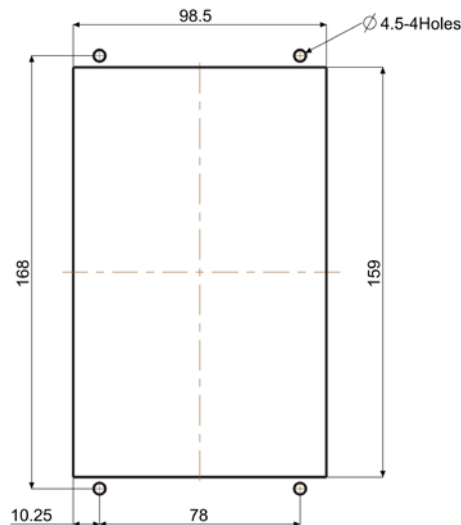

Bild 1-2 Schalttafel Ausschnitt
1. Für den Einbau des Schutzgeräts in der Schalttafel bringen Sie eine Öffnung mit den in Bild 1-2 aufgeführten Maßen an.